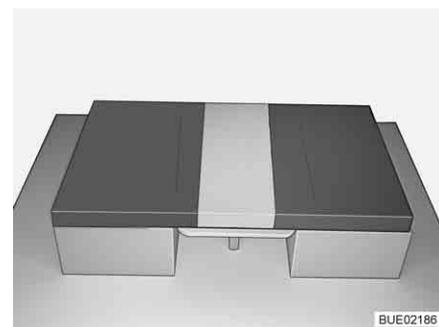

Fig. 104 Dopo la trasformazione
- Posizionare un cuscino dello schienale tra il cuscino del divano e il tavolo (vedi Fig. 104).